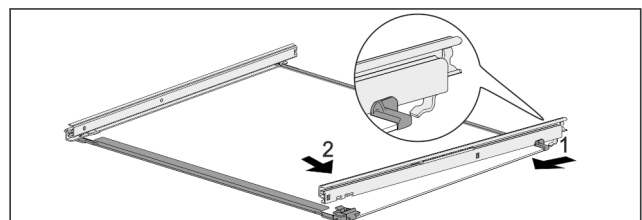

Fig. 41 Glasplaat met rails
- ▶ Rail achter vasthaken. Fig. 41 (1)
- ▶ Rail voor vasthaken. Fig. 41 (2)